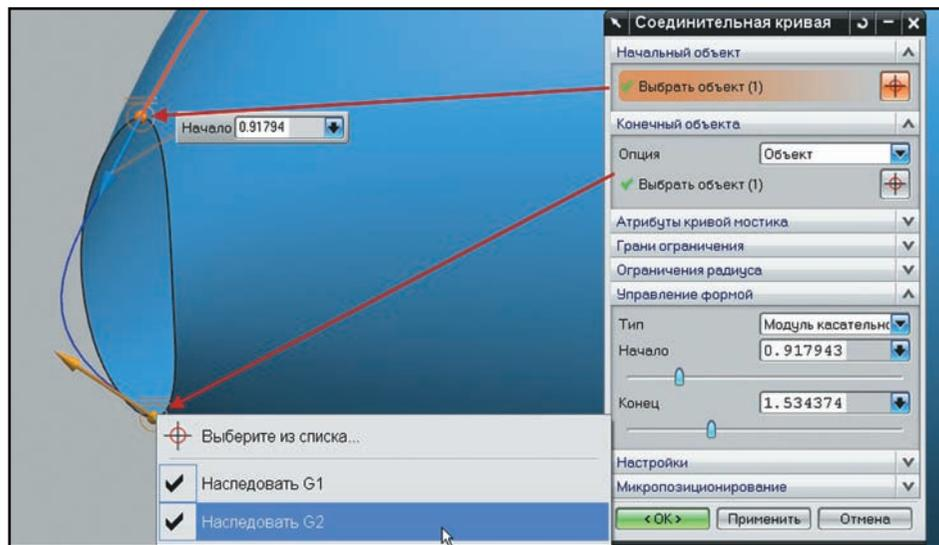

Рисунок 3.42 Создание соединительной кривой
- Скройте сплайн, построенный для обрезки, и с помощью команды **Соединительная кривая (Bridge Curve)** постройте соединение между крайними точками кромок поверхности, как показано на рис. 3.42. При построении, нажав правую кнопку на выбранные точки, убедитесь в том, что задано условие касательности (G2).